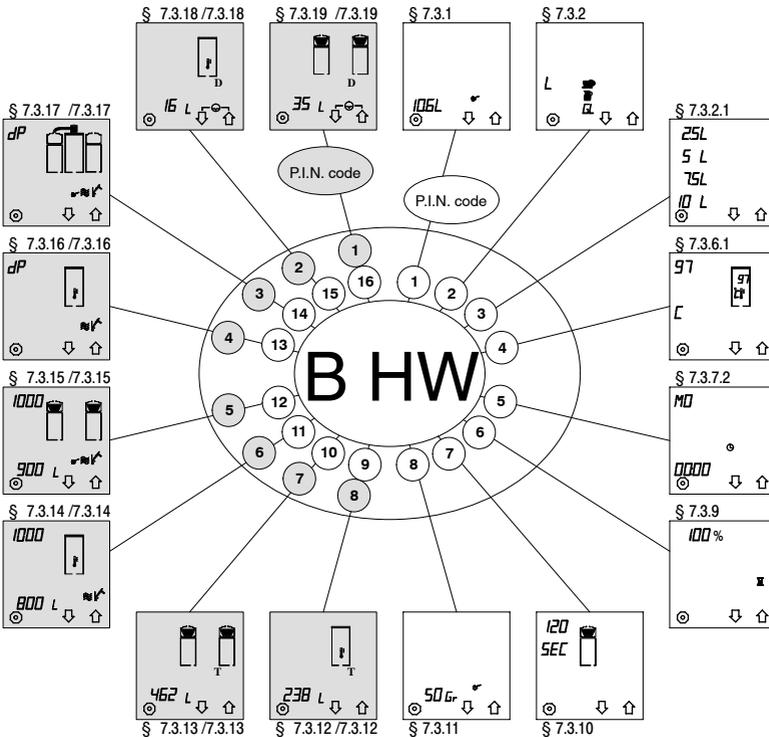

Fig. 12 Opzioni del menu di programmazione
- Immettere il codice PIN di livello utente. Il programma viene avviato nelle opzioni del menu utente in § 7.2.1, **contatore dei giorni del sistema di preparazione caffè** ; vedere anche la fig. 12 .
- Premere il tasto di selezione (N.) ↑ per passare alla successiva impostazione in senso orario (§ 7.2.8), vedere anche fig. 12 .
- Premere il tasto di selezione (M.) ↓ per passare alla successiva impostazione in senso antiorario (§ 7.2.2). Premendo più volte un tasto di selezione, è possibile scorrere tutte le opzioni (vedere fig. 12 ).
- Le impostazioni sono descritte seguendo l'ordine **antiorario** (vedere fig. 12 ).